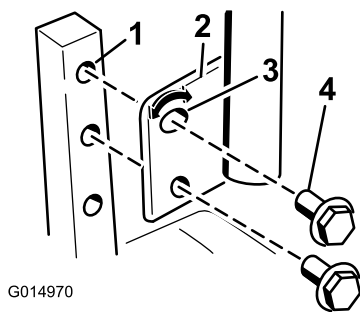

Figure 26
1. Retirez les 2 boulons qui fixent le levier de commande à l'arbre du bras de commande (Figure 26).
2. Placez le levier de commande dans les trous suivants. Fixez le levier avec les 2 boulons (Figure 26).
2. Desserrez le boulon inférieur jusqu'à ce qu'il soit possible de pivoter le levier de commande en avant ou en arrière (Figure 26). Serrez les deux boulons pour fixer la commande à sa nouvelle position.